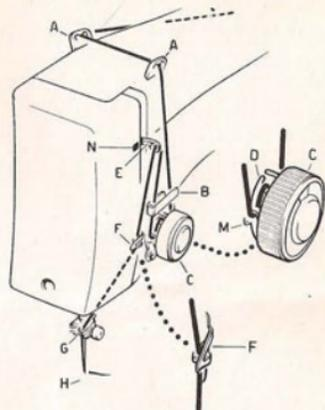

Fig. 5
Far compiere al filo i passaggi indicati in fig. 5.
- Portare l'ago in alto ed il tendifilo « E » in corrispondenza del quadratino « N » segnato sulla placca frontale, come indicato in fig. 5.